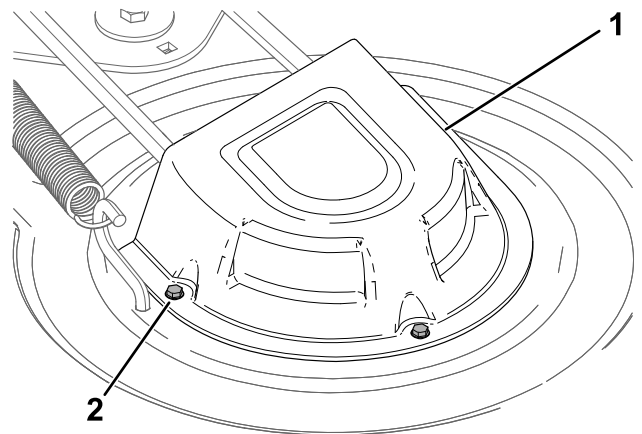

Figura 56
4. Desaperte os parafusos e retire as coberturas da polia (Figura 56).